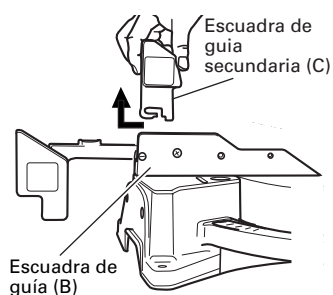

Fig. 13
Para eliminar la escuadra de guía secundaria (C), deslice el lateral y retírela desde arriba como se indica en la Fig. 13.